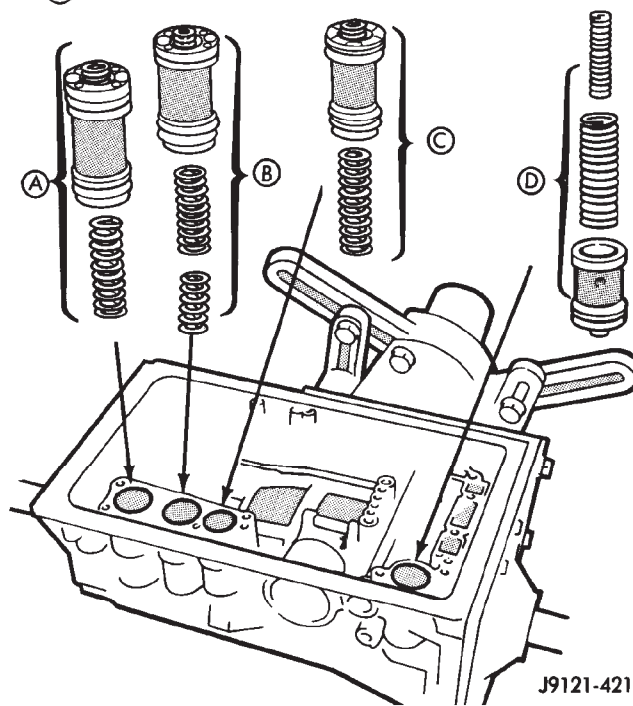

Fig. 173 Instalación de émbolos y muelles de acumuladores
(78) Lubrique e instale anillos O nuevos en los émbolos de los acumuladores (Fig. 173).
(79) Ensamble e instale los émbolos y muelles de los acumuladores (Fig. 173).